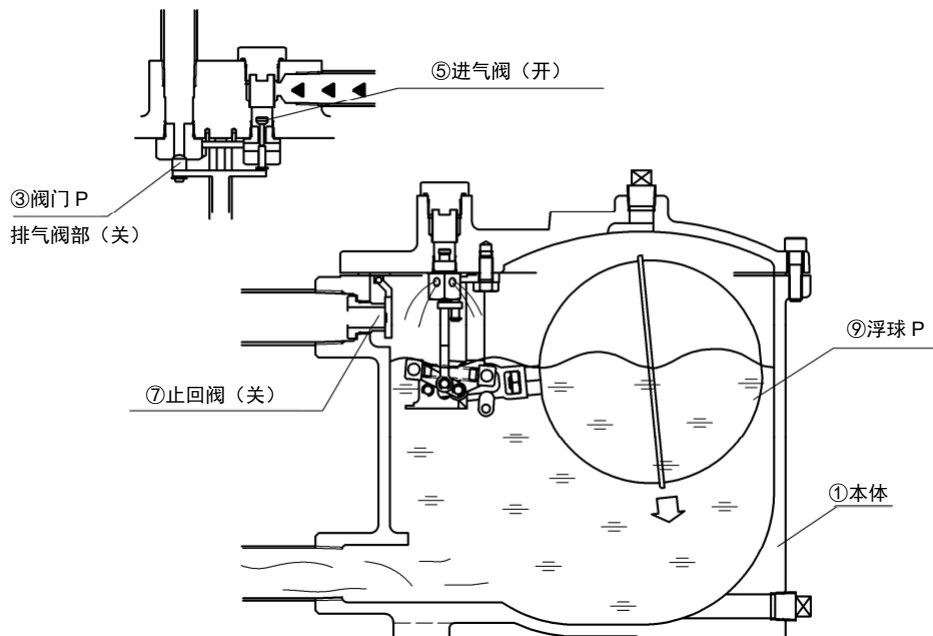

图 4：状态 2
当冷凝水水位上升，浮球（P）⑨上升至某一高度时，通过阀门（P）③而使进气阀⑤打开，阀门（P）③的排气阀部关闭。通过打开进气阀⑤，驱动压力进入本体①内，止回阀⑦关闭，从而使冷凝水不会流入本体内。并且，本体内的冷凝水被压送至出口侧，并被排出。当冷凝水被排出时，浮球（P）⑨随着本体内的水位下降，当下降至某一高度时，进气阀⑤关闭，阀门（P）③的排气阀部打开。然后，内部压力从排气阀排出，从而恢复为状态 1 的状态。（参照图 4）